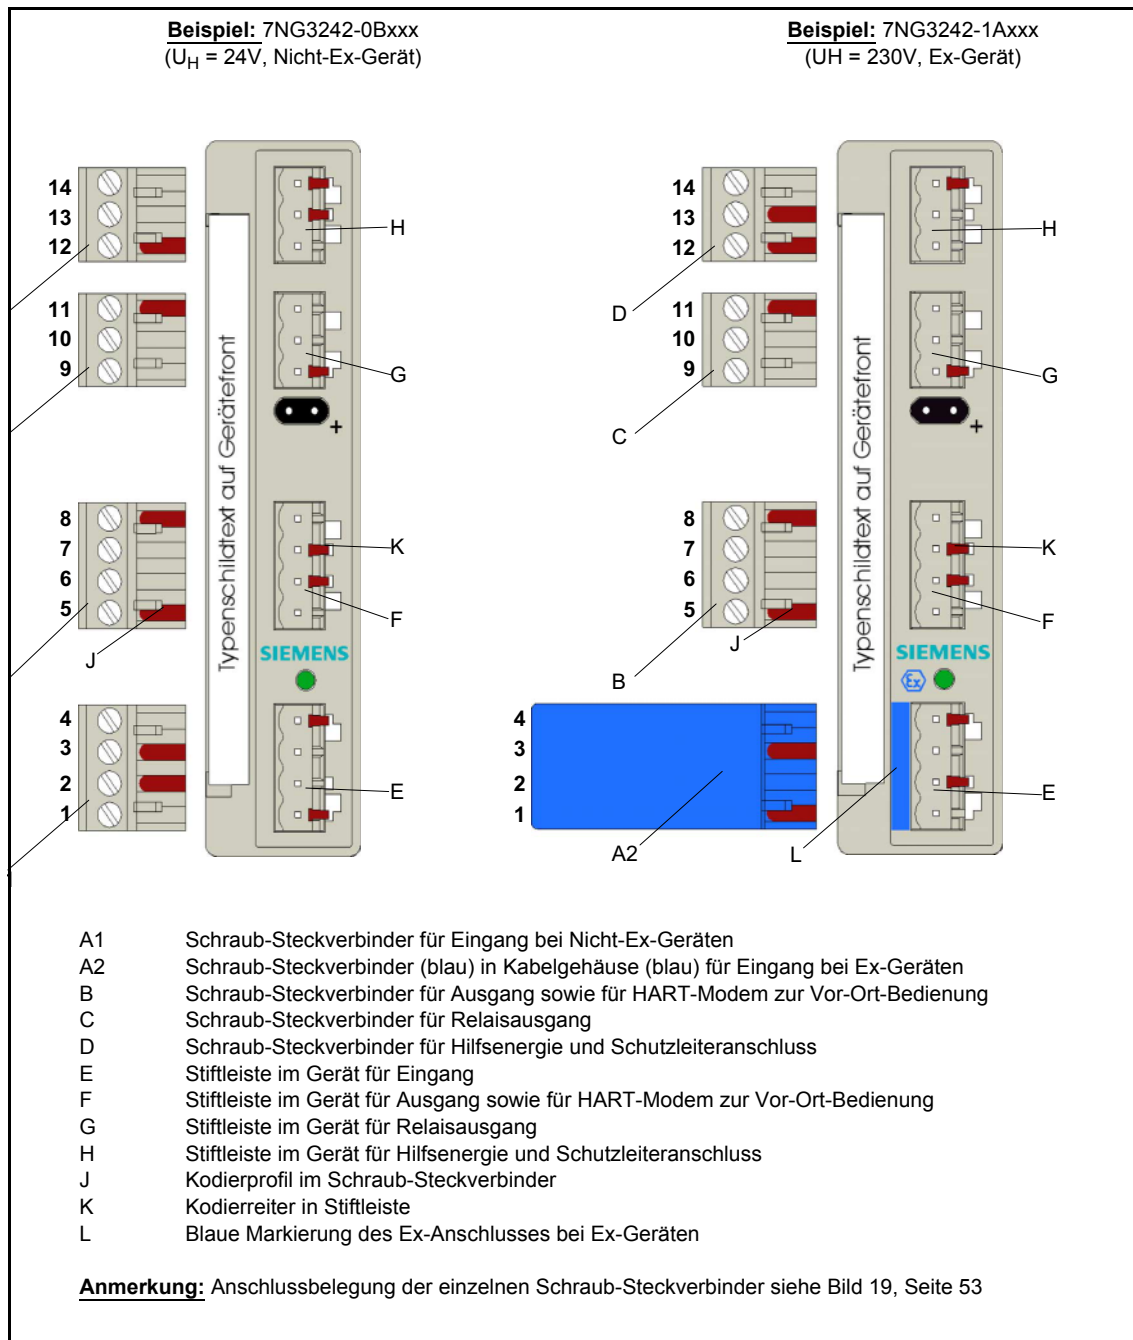

Bild 20 Kodierung der Schraub-Steckverbinder
- Alle Schraub-Steckverbinder sind werksseitig mechanisch verwechslungssicher kodiert (Bild 20, Seite 54). Durch die Steckerkodierung wird weiterhin gewährleistet: